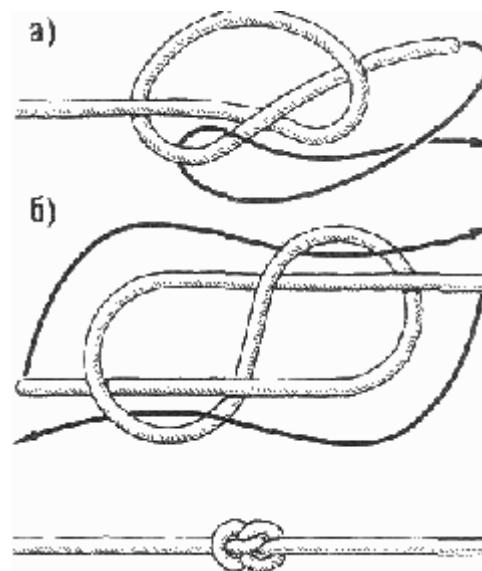

Рис. 5. Юферсный узел:
**Юферсный узел** (рис. 5). Этот старинный морской узел во времена парусного флота применялся для натягивания вант с помощью тросовых талрепов и юферсов. Его вязали на конце талрепа, чтобы последний задержать в отверстии юферса. На схеме даны два способа его вязки. Первый способ (рис. 5, а), основанный на простом узле, предусматривает ввод ходового конца в петлю снизу между коренным и годовым концами с последующим пропуском его под себя. Второй способ вязки юферсного узла (рис. 5, б) предусматривает завязывание восьмерки и протаскивание обоих кондов в соответствующие ее петли, как это показано двумя стрелками.